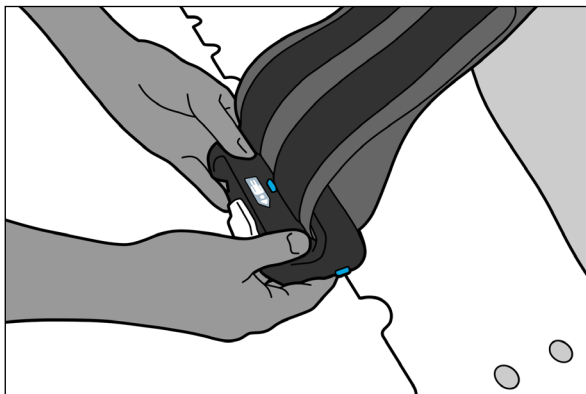

Fig. 10
7. Montera den andra klämman på den motsatta kanten och lås klämman (Fig. 10).